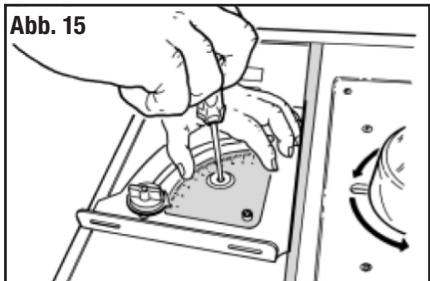

Abb. 15
2. Überprüfen Sie, dass die Skalenzeige auf 90° steht. Lösen Sie bei Bedarf die mittige Klemmschraube und verschieben Sie die Metallskala, bis der Zeiger 90° anzeigt (siehe Abb. 15).